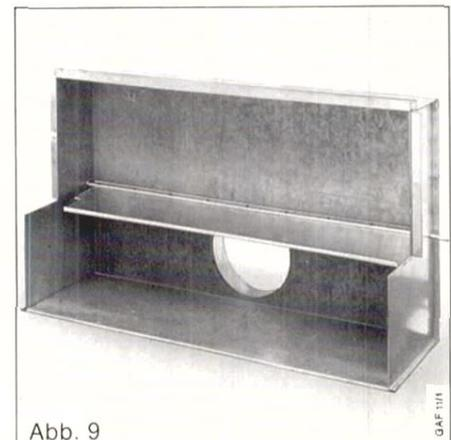

Abb. 9
Rohrwelle (3) durch die dafür vorgesehenen Öffnungen in der Strömungssicherung stecken. Siehe Abb. 9.